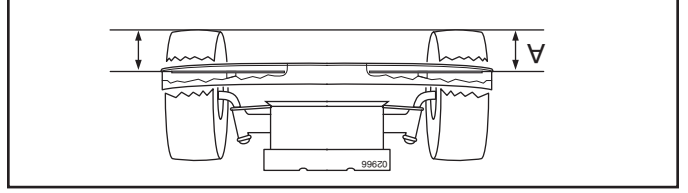

FIG. 21
- AJUSTEMENT LATÉRAL DE PRÉCISION (Voir la Fig. 21)** Assurez-vous que vos pneus sont adéquatement gonflés, puis stationnez le tracteur sur un terrain de niveau ou une entrée de cour.